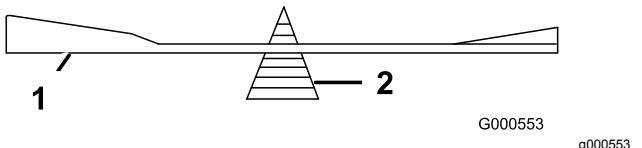

Bild 59
2. Überprüfen Sie die Auswuchtung des Schnittmessers auf einer Ausgleichsmaschine (Bild 59).